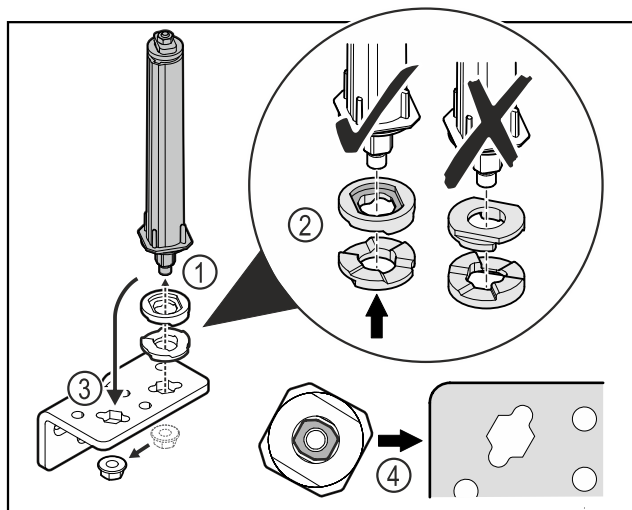

Fig. 37
- ▶ Развийте гайката и свалете затварящата система на вратата Fig. 37 (1).
- ▶ Обърнете внимание на правилното подравняване на шайбите за регулиране на височината Fig. 37 (2).
- ▶ Преместете затварящата система на вратата в ъгъла на пантата и я фиксирайте с гайката Fig. 37 (3).
- ▶ При поставяне се уверете, че затварящата система на вратата е правилно подравнена Fig. 37 (4).